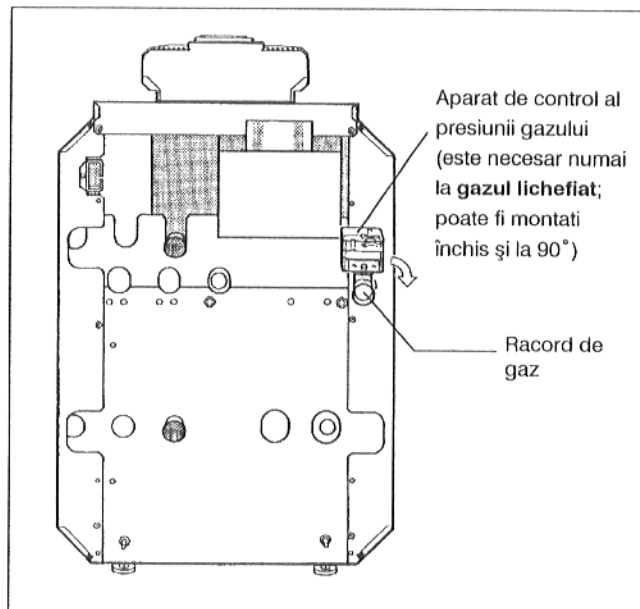

Fig. 23: Racord de gaz
Conducta de gaz trebuie fixată, fără a fi forțată (tensionată), la racordul de gaz (Fig. 23).
- În cazul folosirii de **gaz lichefiat**, dispozitivul de control al presiunii gazului se etanșează cu șaiba de reglare pe racordul de gaz al cazanului în acest scop se folosește niplul de reducere livrat (Fig. 23); apoi se aduce conducta de gaz prin peretele posterior al cazanului și în interior de-a lungul peretelui lateral drept după planul de conexiuni.